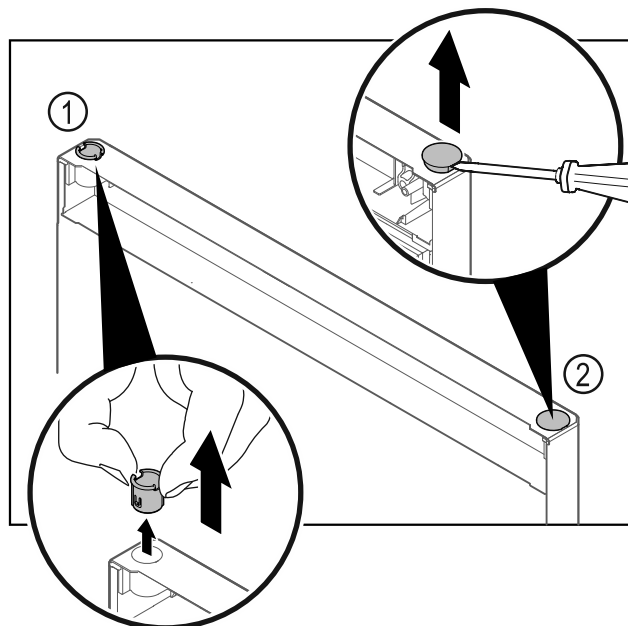

Fig. 11
- Estrarre la boccola cerniera Fig. 11 (1) con le dita.
- Con un cacciavite a testa a intaglio sollevare con cautela il tappo Fig. 11 (2) ed estrarlo.